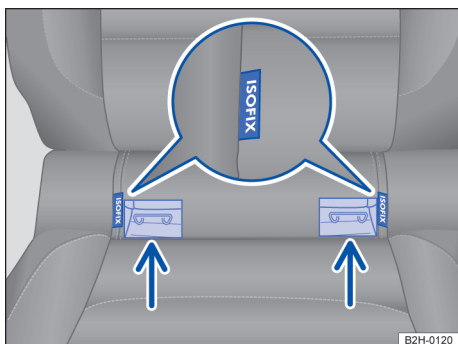

Fig. 7 No banco do veículo: variantes de identificação dos pontos de ancoragem inferiores para cadeiras de criança.
Os 2 olhais de retenção, os assim denominados pontos de ancoragem, se encontram entre o encosto e o assento nos lugares laterais do banco traseiro → Fig. 7.
- Encaixar a cadeira de criança nos olhais de retenção → Fig. 7 no sentido da seta. As aberturas de introdução encontram-se perpendicularmente ao lado da inscrição ISOFIX. A cadeira de criança deve engatar de forma segura e audível (clique).
- Colocar a cadeira de criança sobre a superfície do banco e prender os ganchos dos cintos de fixação nos olhais de retenção → Fig. 7, caso os cintos de fixação sejam fornecidos junto com a cadeira de criança.